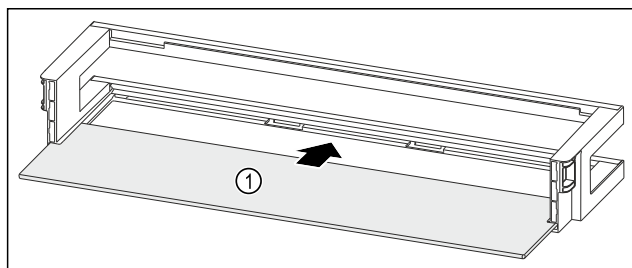

Fig. 97 Półka w drzwiach z półką
- Wsunąć półkę Fig. 97 (1) w boczne wycięcia.